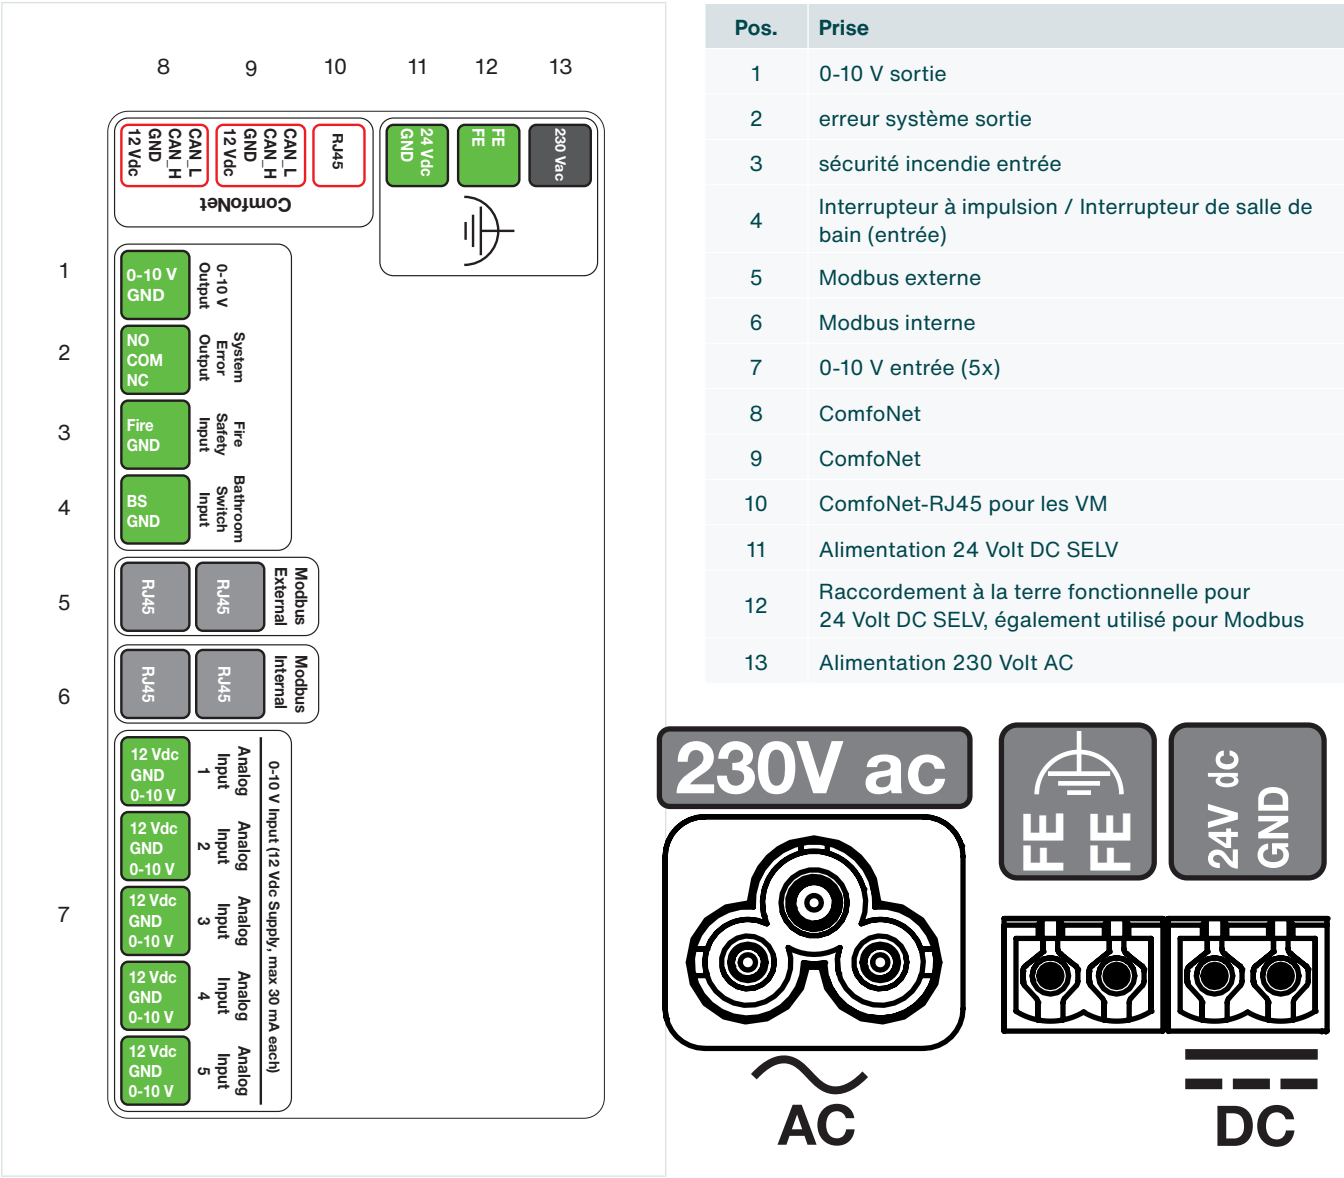

Fig. 5.8 – Prises CM
1. Fixez le connecteur d'un câble d'alimentation 230 V AC (Fig. 5.8, pos. 13) ou d'un câble d'alimentation 24 V DC SELV (Fig. 5.8, pos. 11).
2. Raccordez une extrémité du câble ComfoNet-RJ45 à la prise RJ45 (Fig. 5.8, pos. 10) de la CM. Raccordez l'autre extrémité de ce câble ComfoNet-RJ45 à une fiche ComfoNet-RJ45 (Fig. 5.10, pos. 3) du premier VM (Fig. 5.9, pos. 1).
2. Reliez le Modbus interne (Fig. 5.8, pos. 10) au Modbus interne (Fig. 5.8, pos. 10) de la CM suivante dans la série.
2. Reliez le Modbus interne (Fig. 5.8, pos. 10) au Modbus interne (Fig. 5.8, pos. 10) de la CM-connect suivante dans la série.